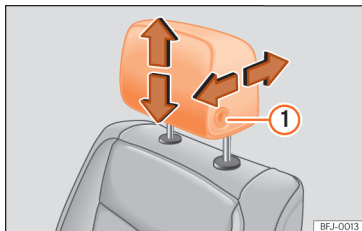
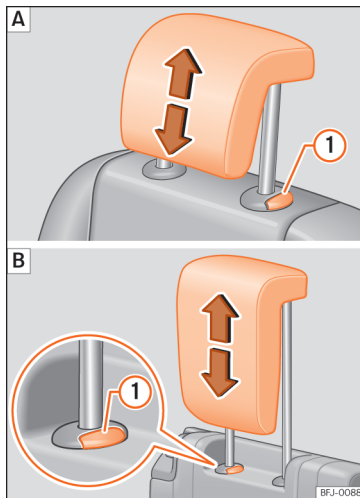

Abb. 107 Vordersitz: Kopfstützeinstellung.
Abb. 108 Hintere Kopfstützen einstellen: **A** Zweite Sitzreihe, **B** dritte Sitzreihe.
- Schieben Sie die Kopfstütze bei gedrückter Taste »» **Abb. 107** in der entsprechenden Pfeilrichtung nach vorn oder hinten.
- Schieben Sie die Kopfstützen in die entsprechende Pfeilrichtung nach unten oder oben. Um die vorderen Kopfstützen nach oben oder nach unten zu schieben, muss die Taste »» **Abb. 107** gedrückt werden; bei den hinteren Kopfstützen muss die Taste »» **Abb. 108** nur zum Absenken gedrückt